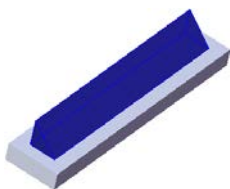
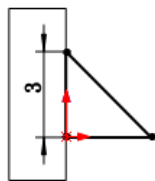

图 9.5 凸台—拉伸 1
图 9.6 横断面草图
(4) 单击  按钮，完成凸台—拉伸 1 的创作。
Step3. 创建图 9.5 所示的零件基础特征——凸台—拉伸 2。
(1) 选择命令。选择下拉菜单 **插入(I)** → **凸台/基体(B)** →  **拉伸(E)...** 命令。
(2) 定义特征的横断面草图。
① 定义草图基准面。选取右视基准面作为草图基准面。
② 定义横断面草图。在草图环境中绘制图 9.6 所示的横断面草图。